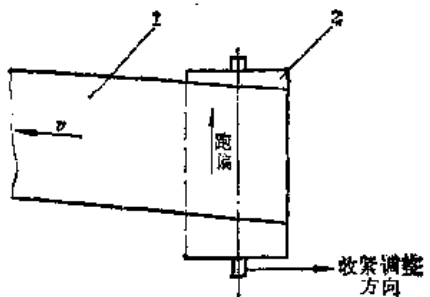

图8-3-11 鼓轮纠偏示意图
② 拉紧鼓轮中心与胶带中心不垂直。可调整鼓轮位置，滑块位置，以纠偏胶带（图8-3-11）。